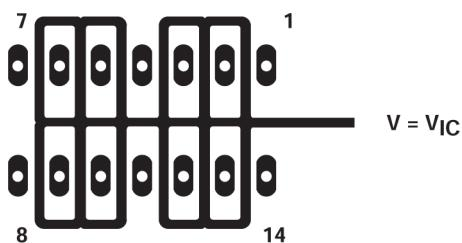
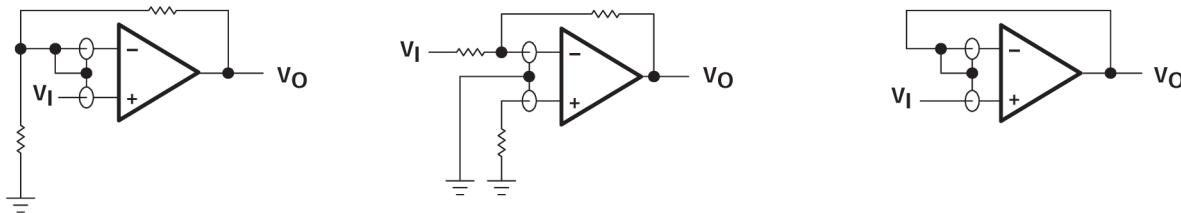

図 6-4. デバイス入力周辺の絶縁メタル (N パッケージ)
図 7-5. ガードリング方式
1. デバイスを他の潜在的なリーケージ源から絶縁します。デバイス入力の周囲と間に、接地されたシールドを使用します (図 6-4 を参照)。そうしなければ入力に流れ込む可能性のあるリーケージがシャントされます。
性があります。ベストプラクティスとして、入力の周囲にガードリングを含めます（「パラメータ測定情報」セクション図 6-4 のものと同様）。これらの保護は、同相入力と同じ電圧レベルで低インピーダンスのソースから駆動します（図 7-5 を参照）。